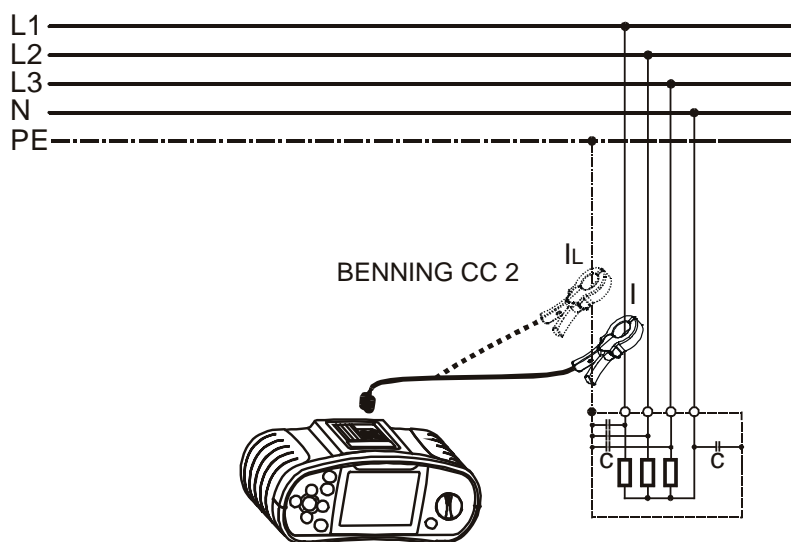

Abb. 5.48: Anschluss der Stromzange
Schritt 2 Befolgen Sie zur Durchführung der TRUE RMS Strommessung den Anschlussplan in Abb. 5.48. Benutzen Sie bei Bedarf die **Hilfe**-Funktion.